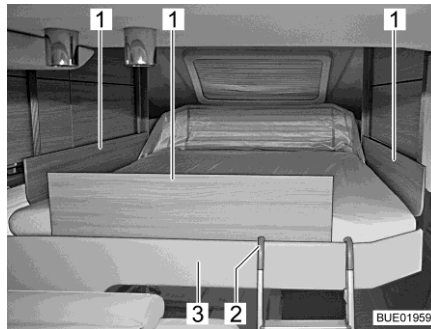

Fig. 135 Cama elevada con placas de retención
- Insertar las placas de retención (Fig. 135,1) entre el colchón y el marco de la cama (Fig. 135,3).
- Enganchar ambos estribos de la escalera de ascenso (Fig. 135,2) en el marco de la cama (Fig. 135,3).
- Desenganchar la escalera de ascenso (Fig. 135,2) del marco de la cama (Fig. 135,3).
Si la cama elevada ya no se deja desplazar con las teclas de flecha (Fig. 135,2 y 8), controlar primero el fusible Reserva 3 en el bloque eléctrico (véase apartado 9.11.1). Si el fusible está en orden y la cama elevada no se deja desplazar a pesar de esto, se podrá manejar la cama elevada en forma manual.